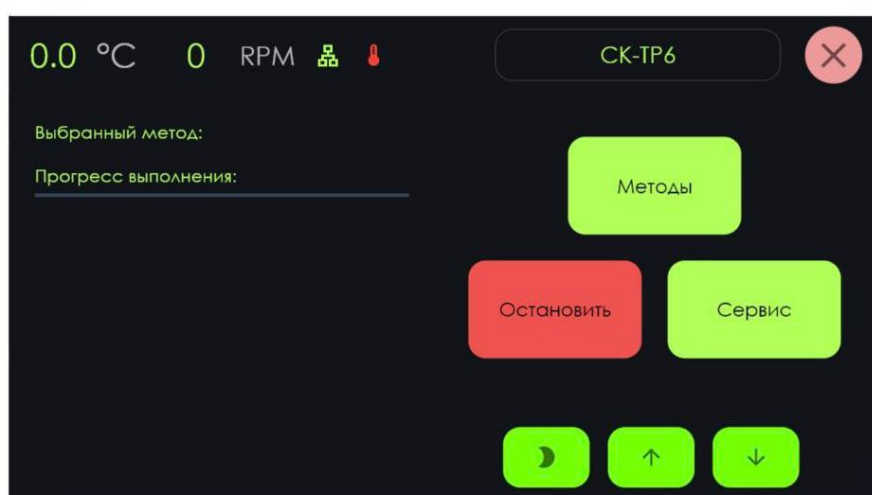

Рисунок 4 – Главный экран. Преднагрев
- кнопка «Преднагрев» для включения нагревания бани до начала исследования (рисунок 4). При включенном преднагреве во вспомогательной секции экрана мигает индикатор нагрева, меняется цвет кнопки.